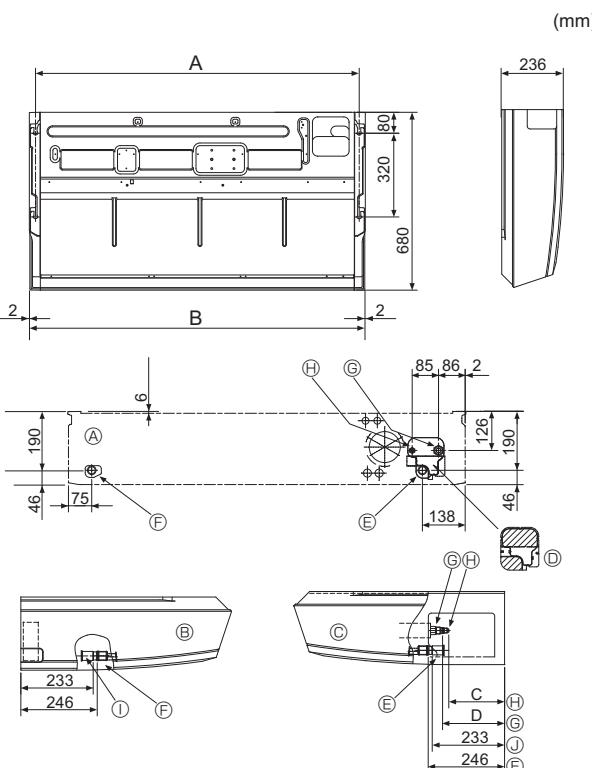

Fig. 3-2
① Pakning	4 stk.
② Rørafdfækning	1 stk. stor størrelse (til gasrør)
③ Rørafdfækning	1 stk. lille størrelse (til væskerør)
④ Bånd	4 stk.
⑤ Samlemuffe	1 stk. mærket "UNIT"
⑥ Muffedække	1 stk.
⑦ Drænrørsafdfækning	1 stk.
⑧ Konisk møtrik	1 stk. ø6,35 (Kun RP60)
3.2. Forberedelse til installation (Fig. 3-2)